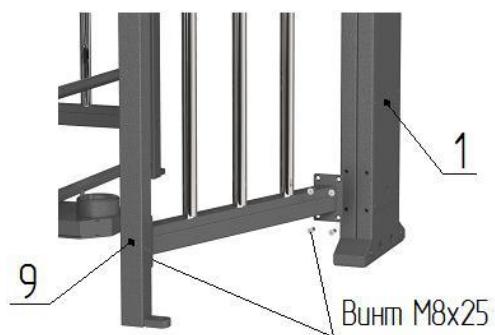

Рис. 4
– к боковым плоскостям стойки крыла прохода **1** и **2** установите ограждения **9** и **10** (предварительно заведите в отверстия стойки крыла прохода провода световых индикаторов **12**, кабели заземления) и закрепите винтами М8(рис.4);